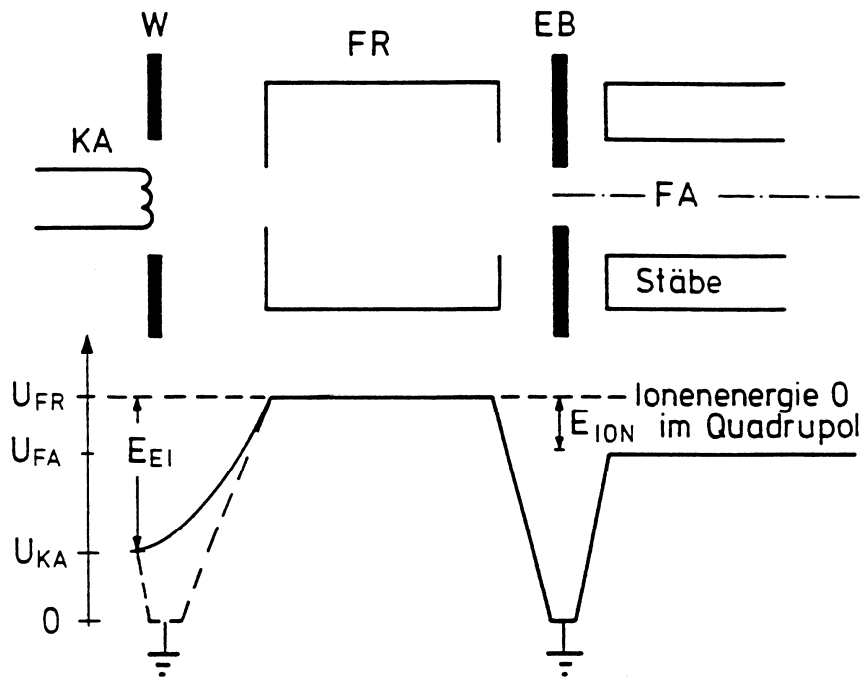

Abb. 3: Spannungen im Quadrupol
Für den Versuch wird ein kommerzielles Quadrupol-Massenspektrometer verwendet. Ein Schema der **Ionenquelle** zeigt Abbildung 3 zusammen mit dem Potentialverlauf an den Elektroden. Die Ionenquelle besteht aus einer direkt geheizten Kathode (KA), die Elektronen emittiert. Eine Wehnelt-Elektrode (W) dient zur Fokussierung des Elektronenstrahls in den Formationsraum. Im Formationsraum (FR) werden die dort befindlichen Gasmoleküle durch Elektronenstoß ionisiert. Die Ionen werden dann auf die Eintrittsblende (EB) des Quadrupolfilters hin beschleunigt und nach Eintritt ins Stabsystem wieder auf Feldachsenpotential (FA) abgebremst.